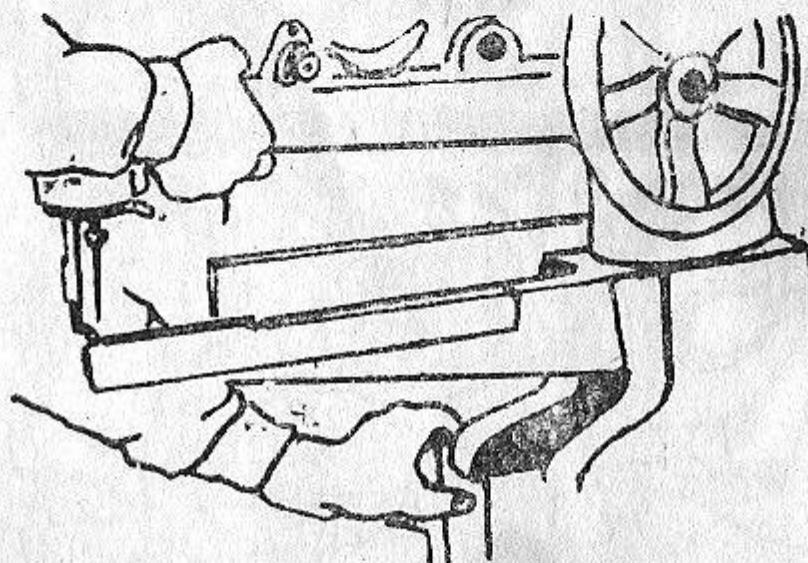

Рис. 9.
6.1.3. Открывают замки верхней крышки: два — с задней стороны ящика, два — с левой стороны и, повернув всю крышку вместе с правой створкой направо, опускают ее вертикально вниз, как показано на рис. 9.